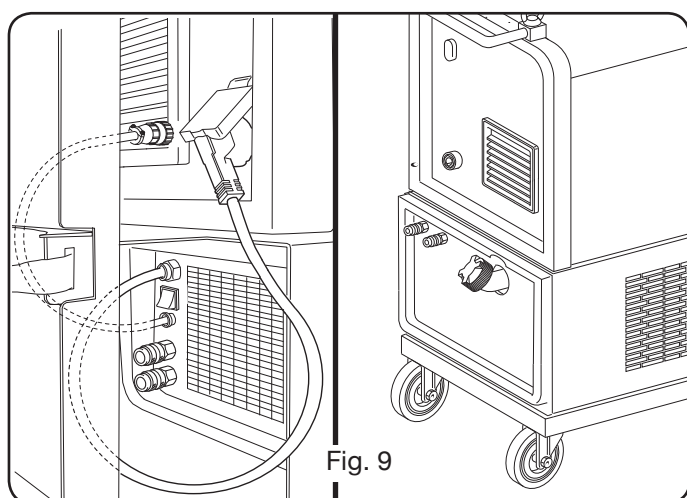

Fig. 9
3.5 MONTAGE DU GROUPE DE REFROIDISSEMENT (ART. 1683 - SUR DEMANDE POUR ART. 306-308-315 ET 616) (Fig.9)